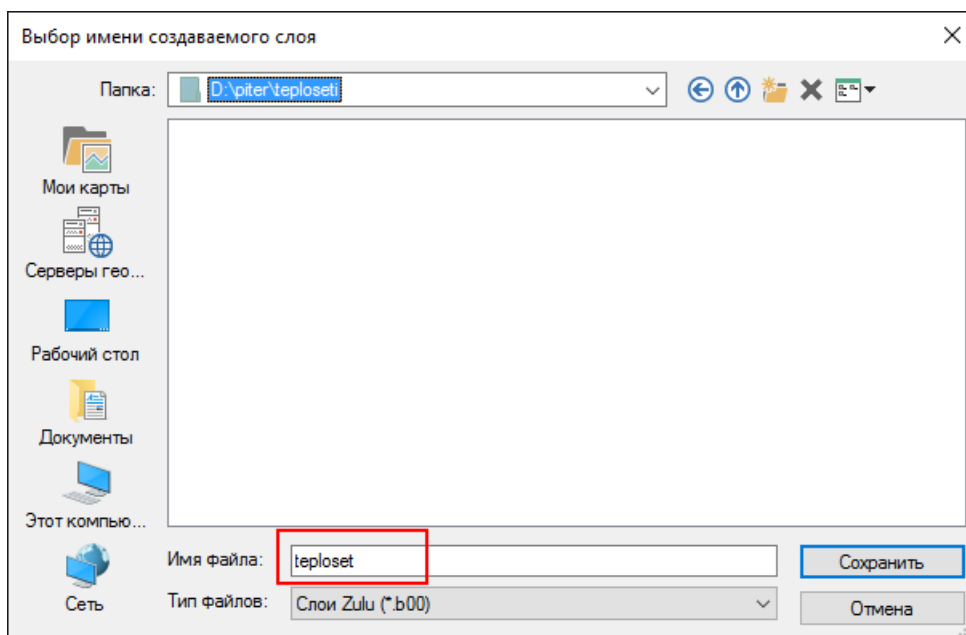

Рисунок 3.8. Окно создания файла тепловой сети
4. В строке Имя файла ввести имя файла латинскими символами (например **teploset**) и нажать кнопку Сохранить (смотрите Рисунок 3.8, «Окно создания файла тепловой сети»). Если будет выбрано имя файла уже существующего слоя, то в результате создания нового слоя существующий слой будет **уничтожен**, и вместо него создастся новый.
После создания слоя в папке тепловой сети сформировались файлы графической и семантической базы данных, созданные с именем заданным в окне Имя слоя (Рисунок 3.8, «Окно создания файла тепловой сети»), например, teploset. Имена таблиц и описателей баз данных образуются из имени слоя (teploset) и, например, названия объекта сети (istok), к которому они относятся (например, teploset_istok).